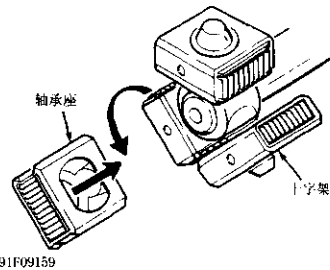

图 3-11 安装轴承座(三叶形三球销式)
①将小卡箍安装在保护罩的颈部。勿使卡箍弯曲。将保护罩滑到轴上,并将保护罩颈部置于半轴密封槽中。用保护罩卡箍安装工具(J-35916)按100 lb·ft(136N·m)力矩将卡箍锁紧。
②经过半轴的第二环槽安装隔圈。重新装配前,在轴承座内涂少量润滑脂。将轴承座内孔上的平面与十字轴上的平面对准。把轴承座转90°使轴承座固定到十字轴上(图3-11)。